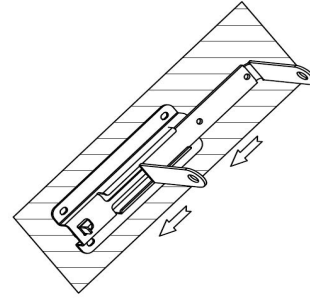

Fig.3
5. Schieben Sie die Rolle auf die Montagehalterung und befestigen Sie sie dann mit einer Schraube von 1\*6\*10mm. Siehe Abb.3